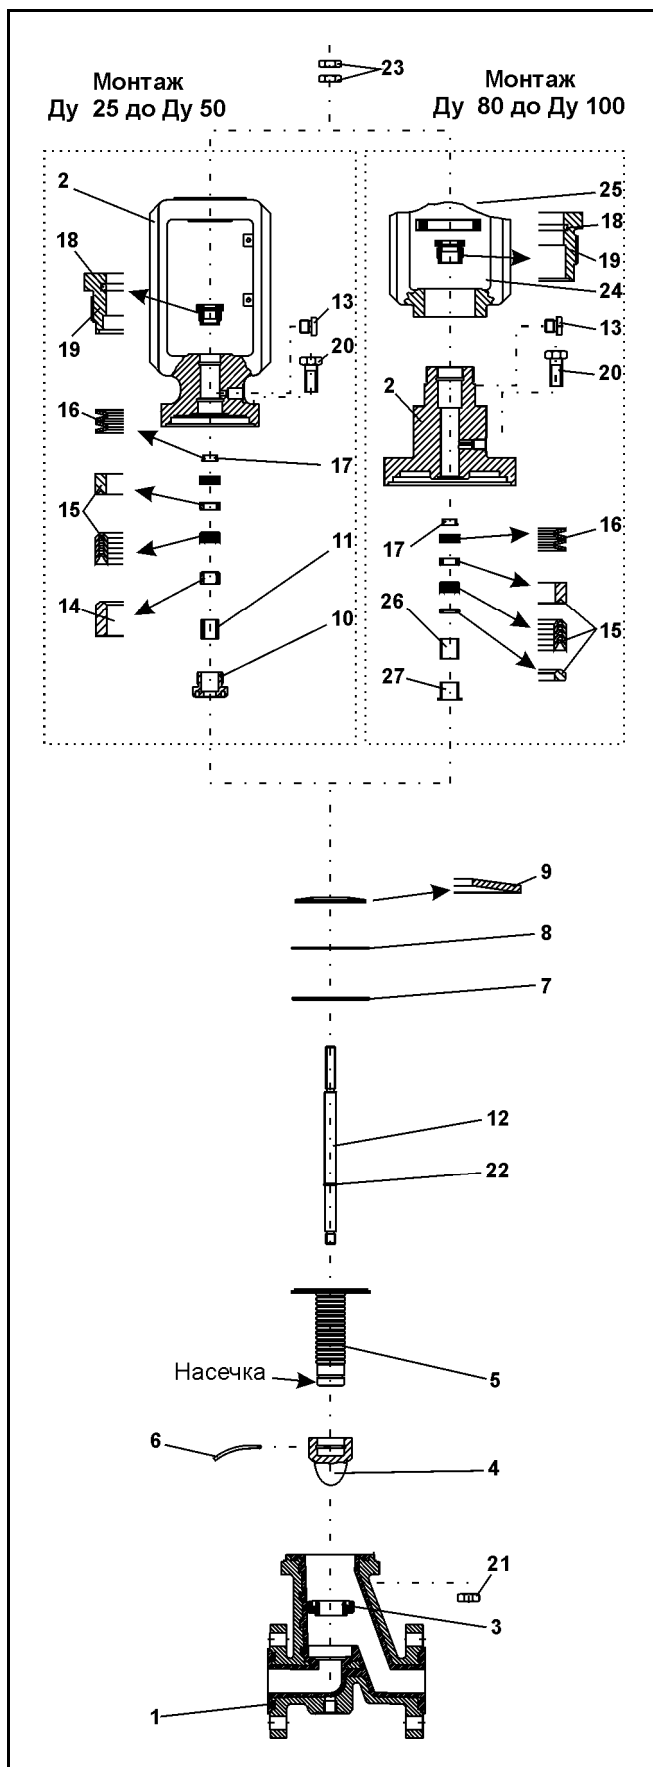

Рис. 5 – Детальная схема регулирующего клапана BR 1b, выпуск до 2006 г.
Важно: При сборке обязательно следует учитывать расположение и порядок установки деталей согласно детальной схеме (рис. 5).
Фланец крышки (2) зажимается на тарелке клапана в тисках таким образом, чтобы выход фланца был направлен вверх. Вложить пакет тарельчатых пружин (16) в предусмотренное для этого отверстие. Порядок расположения тарельчатых пружин приводится на детальной схеме клапана (рис. 5).
Затем последовательно устанавливается последнее кольцо, сальники уплотнительной манжеты (15) и дистанционный валик (14). Порядок расположения деталей приводится на детальной схеме клапана (рис. 5).
Уплотнительная манжета (15) вставляется с натягом в предусмотренное отверстие в следующей последовательности – упорное кольцо, сальники PTFE и последнее кольцо. Порядок расположения уплотнительной манжеты приводится на детальной схеме клапана (рис. 5). Затем устанавливается пакет тарельчатых пружин (16). Порядок расположения тарельчатых пружин приводится на детальной схеме клапана (рис. 5).
Вставить тарельчатую пружину (9), упорную шайбу (8) и кольцо (7) в фланец крышки (2). Порядок расположения деталей приводится на детальной схеме клапана (рис. 5).